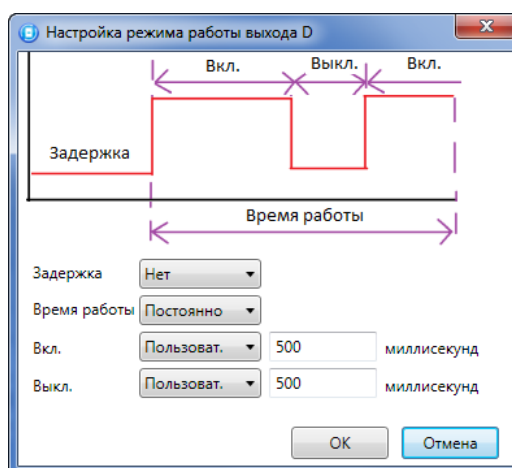

Рисунок 4.38 — Окно *Настройка режима работы выхода*
*При выборе тактик *Сирена*, *Неисправность*, *Технологическая*, *Пользовательская* доступна детальная настройка режима работы выхода. Для того чтобы настроить режим работы выхода, нажмите кнопку , которая появляется в правой части столбца *Режим работы*. В результате откроется окно *Настройка режима работы выхода X* (где X — имя выхода), см. рисунок 4.38, в котором задаются перечисленные ниже параметры.